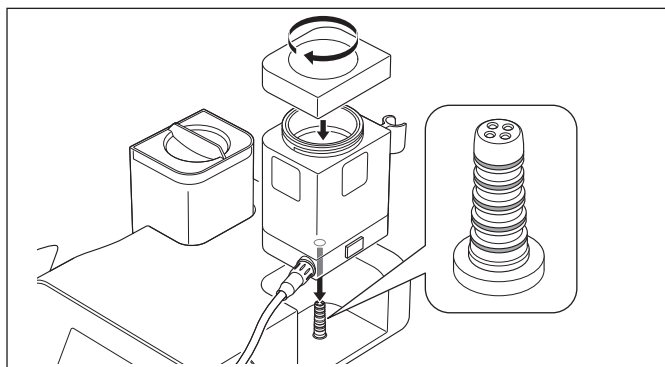
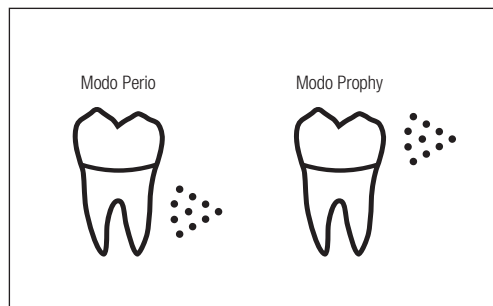

Fig. 24
Fig. 25
- 2) Cierre bien la tapa del depósito hasta que ajuste perfectamente e inserte el depósito en la unidad de control, en posición recta (Fig. 24). El tipo de depósito insertado aparece en el panel LCD como uno de los siguientes iconos (Fig. 25).
- Antes de insertar el depósito en la unidad de control, asegúrese de que las juntas tóricas del conector de la base del depósito no están dañadas o rotas (Fig. 24). Los daños/roturas pueden provocar un mal funcionamiento.